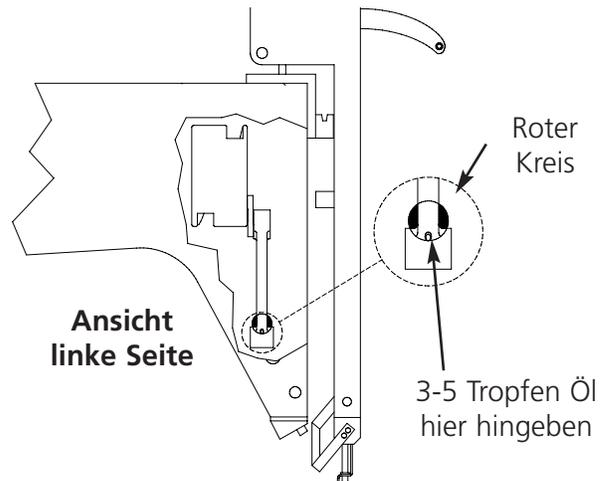

Abbildung 4-11
3. Wird untere Verbindungsstange angezeigt, drücken Sie . Das Nadelgehäuse wird an die richtige Position zum Ölen gebracht (Nadel 10, 150° der Z-Achse). Siehe Abb. 4-11, um die untere Verbindungsstange zu schmieren. Wenn nötig, benutzen Sie eine Lampe. Nach Beendigung drücken Sie die Taste .